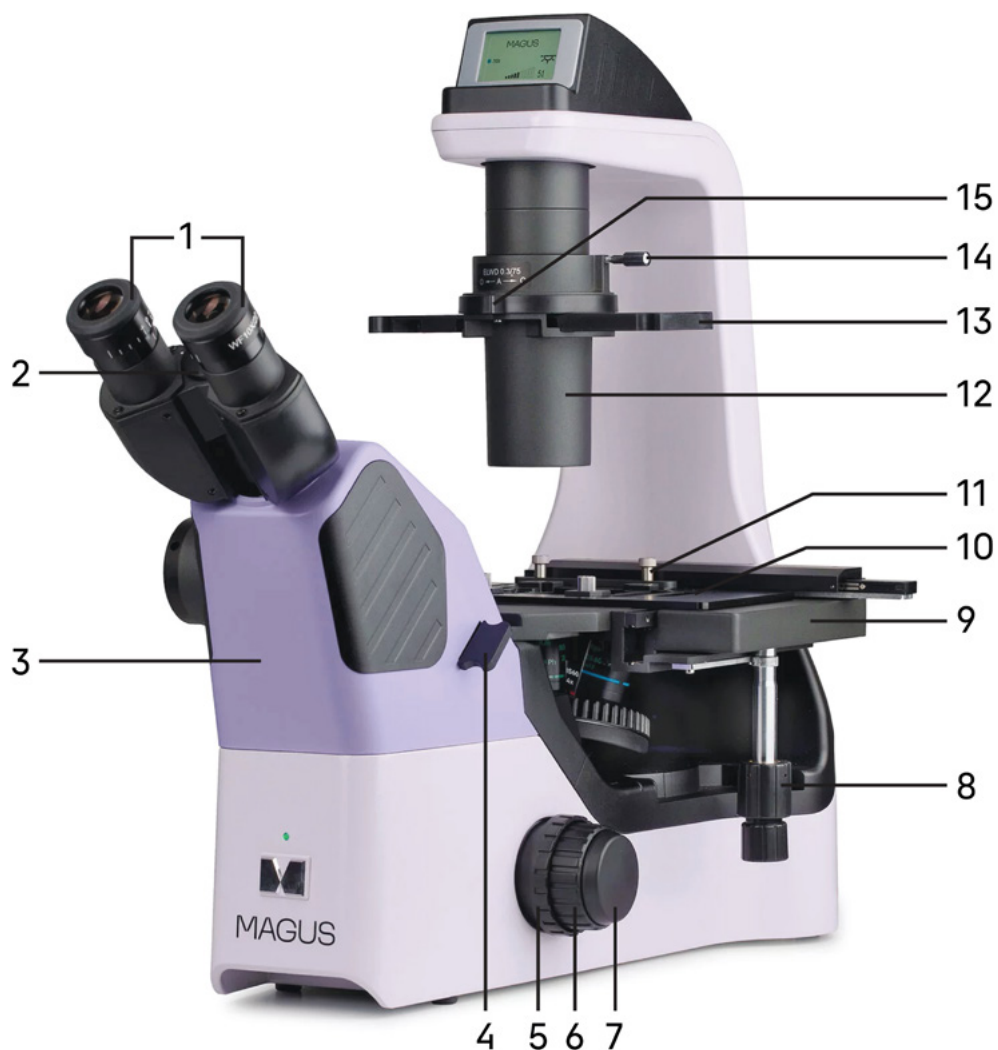
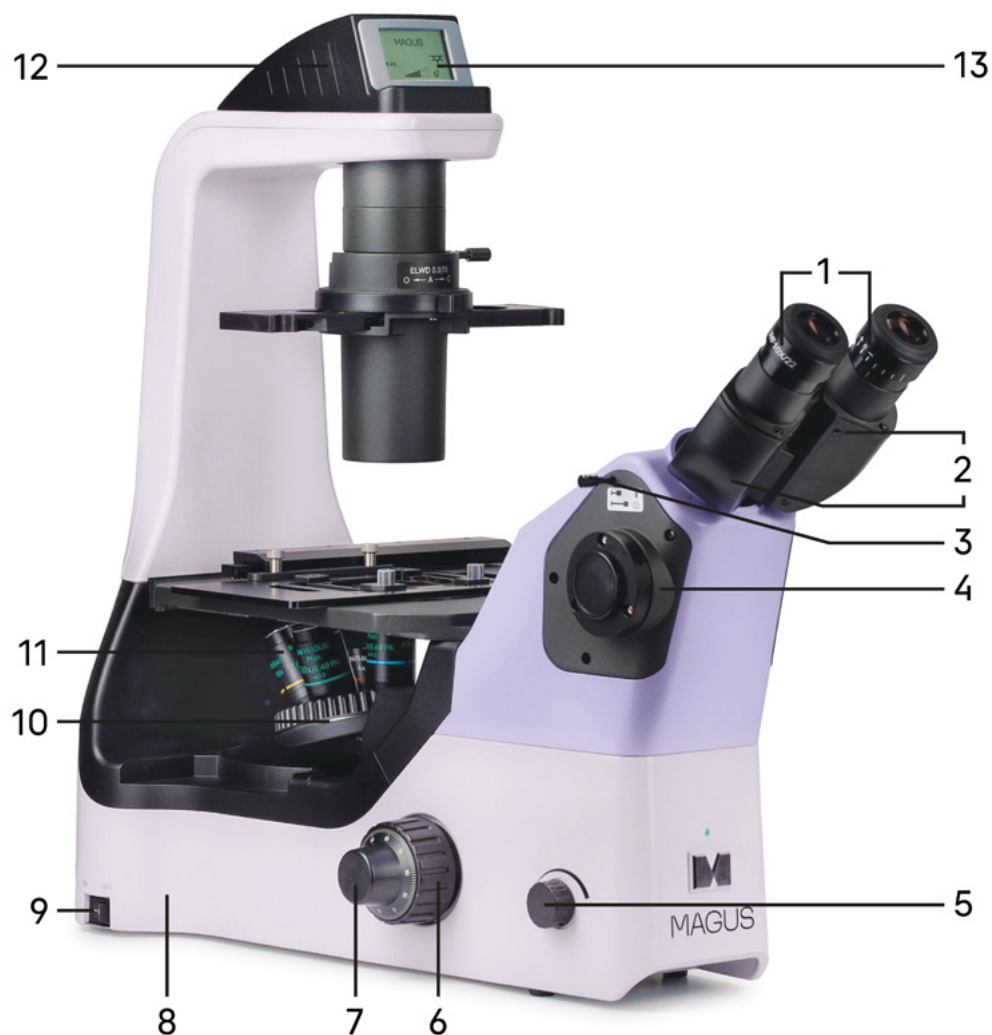

Рис. 1. Микроскоп MAGUS Bio V360. Вид справа
Рис. 2. Микроскоп MAGUS Bio V360. Вид слева
Общий вид микроскопа представлен на рис. 1 и 2.
Штатив имеет устойчивую эргономичную конструкцию. На штативе 8 (рис. 2) микроскопа закреплены:
- револьвер 10 (рис. 2) с объективами 11 (рис. 2);
- предметный столик 9 (рис. 1);
- конденсор 12 (рис. 1);
- осветитель 12 (рис. 2);
- визуальная насадка 3 (рис. 1);
- ЖК-экран 13 (рис. 1) (встроен в осветитель).
На левой боковой поверхности штатива расположены ручка управления системой освещения 5 (рис. 2) и выключатель электропитания сетевого напряжения 9 (рис. 2). В положении «—» включается, а в положении «0» выключается сетевое напряжение.
Фокусировка на объект осуществляется перемещением по высоте револьверного устройства 10 (рис. 2) с объективами 11 (рис. 2). Грубая фокусировка производится вращением коаксиальных рукояток 6 (рис. 1, 2), расположенных по обеим сторонам штатива.
Тонкая фокусировка производится вращением рукояток 7 (рис. 1, 2), расположенных по обеим сторонам штатива. Одна из ручек плоская, вторая объемная. Магнитное крепление рукояток позволяет поменять их местами для удобства пользователей – под правую и левую руки. Тонкая фокусировка требуется для более точного фокусирования на объект и для подфокусировки микроскопа на резкость изображения при смене объективов и препаратов.
Механизм регулировки жесткости хода грубой фокусировки 5 (рис. 1) – кольцо между штативом и рукояткой грубой фокусировки с правой стороны. С помощью кольца регулируется жесткость хода грубой фокусировки так, чтобы жесткость была комфортной для пользователя, но при этом револьвер с объективами не опускался самопроизвольно во время работы.
Бинокулярная визуальная насадка 3 (рис. 1) обеспечивает визуальное наблюдение изображения объекта.
Насадка закреплена на штативе 8 (рис. 2). В гнездо насадки устанавливается блок окулярных тубусов 2 (рис. 2). Тубусы можно вращать вокруг оси на 360°, изменяя высоту взора для удобства пользователей разного роста.
Изменение межзрачкового расстояния в насадке осуществляется разворотом окулярных тубусов 2 (рис. 2) в пределах 48–75 мм. Значение расстояния, установленного в соответствии с глазной базой наблюдателя, отсчитывается по шкале 2 (рис. 1) на насадке.
В боковой канал визуализации 4 (рис. 2) с помощью переходника C-mount устанавливается камера (видео-окуляр). Переключение светового потока на боковой канал визуализации производится рукояткой 3 (рис. 2).
В комплект микроскопа входят окуляры 1 (рис. 1). Окуляры имеют высокое положение выходного зрачка и предназначены для работы как в очках, так и без них.
Револьверное устройство 10 (рис. 2) обеспечивает установку четырех объективов. Смена объективов производится вращением револьверного устройства за конусную рифленую поверхность до фиксированного положения.
Объективы 11 (рис. 2) рассчитаны на оптическую длину тубуса «бесконечность». Парфокальная высота объективов составляет 60 мм, линейное поле зрения в плоскости изображения – 22 мм. Объективы с увеличенным рабочим расстоянием скорректированы на толщину дна посуды 1,2 мм.
Осветитель 12 (рис. 2) неподвижно закреплен в штативе микроскопа. Источник света – светодиод 3 Вт.
Важная часть осветительной системы – конденсорное устройство. Конденсор 12 (рис. 1) закреплен на штативе. Конденсор рассчитан на работу с посудой высотой до 75 мм. При снятом конденсоре возможно проводить исследования в посуде высотой до 187 мм.
Конденсор может быть использован для наблюдения по методу светлого поля и фазового контраста, опционально – по методу рельефного контраста или модуляционного контраста Хоффмана. В конденсоре есть слот для установки слайдера фазового контраста. Фазовый слайдер 13 (рис. 1) имеет свободное отверстие и фазовую вставку для объективов.
Ирисовая апертурная диафрагма располагается под слотом для фазового слайдера. Раскрытие апертурной диафрагмы осуществляется рукояткой 15 (рис. 1). Диафрагма позволяет настроить определенную апертуру для работы с объективами светлого поля.
Предметный столик 9 (рис. 1) неподвижно закреплен на штативе. На столике установлено устройство перемещения образца в двух взаимно перпендикулярных направлениях. Перемещение осуществляется с помощью рукояток 8 (рис. 1), расположенных на одной оси.
На осветителе микроскопа установлен ЖК-экран 13 (рис. 2). Экран отображает увеличение объектива, яркость источника света, режим работы («сон», «эко», «блокировка»). С помощью экрана и ручки управления системой освещения 5 (рис. 2) кодируется револьвер, настраивается яркость, блокируется регулировка яркости, выставляется режим сна и таймер автоотключения.